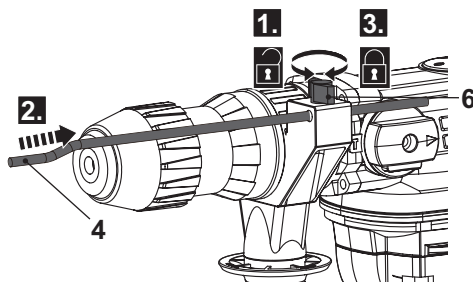

Fig. 2
- > Tourner l'écrou à ailettes (6) dans le sens anti-horaire jusqu'à ce que la butée de profondeur (4) puisse être insérée.
- > Insérer la butée de profondeur dans le trou comme indiqué (fig. 2).
- > Aligner la pointe de la butée de profondeur (4) avec le bout du foret. Repousser maintenant la butée de profondeur à la profondeur de perçage souhaitée.
- > Tourner l'écrou à ailettes (6) dans le sens horaire pour fixer la butée de profondeur dans la position.